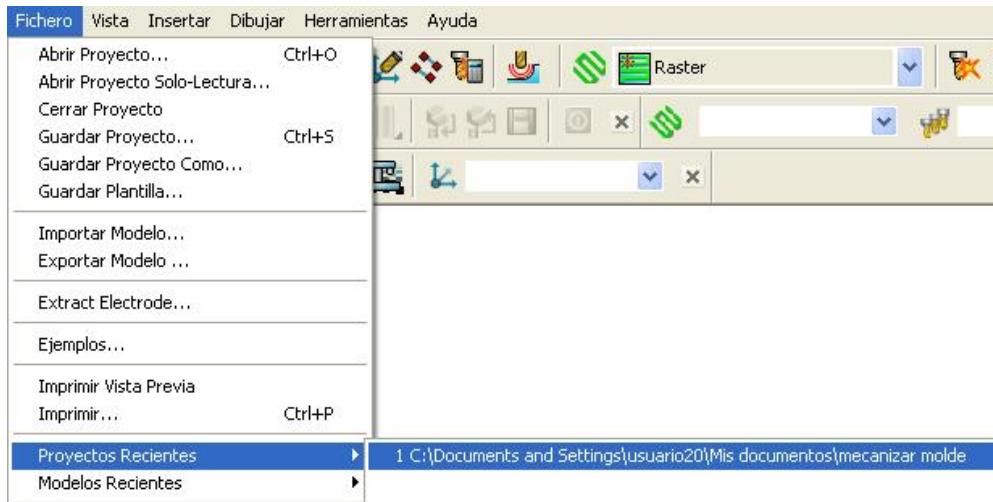

Figura 2.165 Abrir el proyecto desde la Barra de Menús.
- Seleccionar desde el menú Fichero - Proyectos Recientes, y después seleccionar el proyecto que contenga el ejemplo del molde (Figura 2.165):